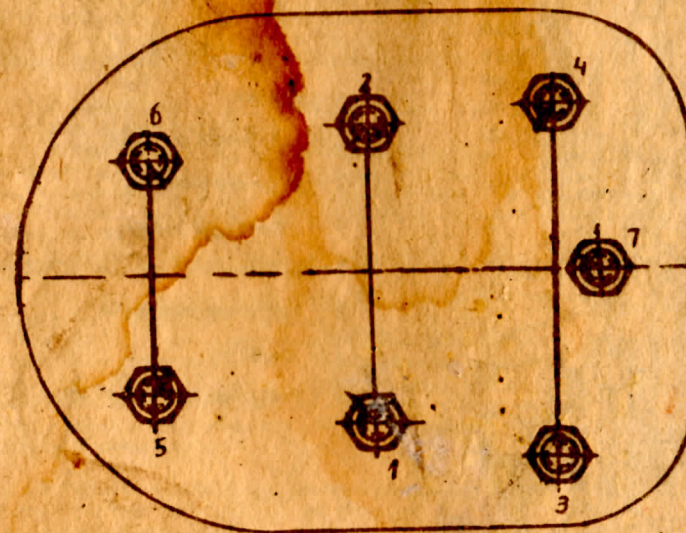

Рис. 2.
1.6.2.4. После окончания обкатки осматривать его, устранять замеченные неисправности и производить, по мере надобности, подтяжку всех болтов и гаек. Гайки крепления головки цилиндра затягивать на холодном двигателе равномерно по схеме, изображенной на рис.2, которые необходимо обязательно производить для компенсации первоначальной усадки прокладки.